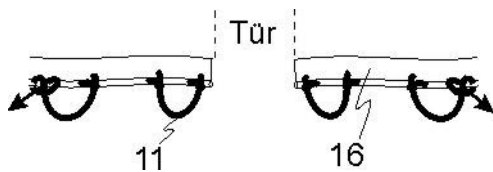

Abb. 8.1
Richtige Einstellung von Gummiseilen (Abb. 8.1 bis 8.4)
Durch die Gummiseile (11) wird der Cabrio Dome auf dem Schwimmbecken verspannt! (Abb. 8.1)